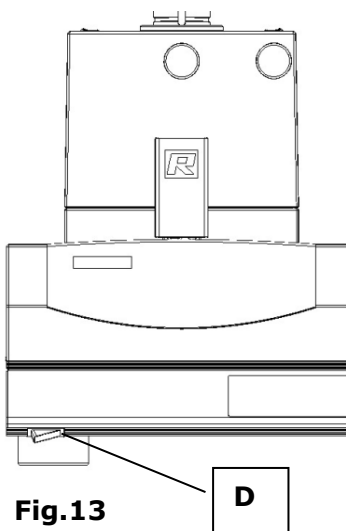

Fig.13
- Accendere l'RM200 con l'interruttore **D**. **Fig.13**.
- con il tasto di Start **Q** si avvia l'esercizio di macinazione. **Fig.13**